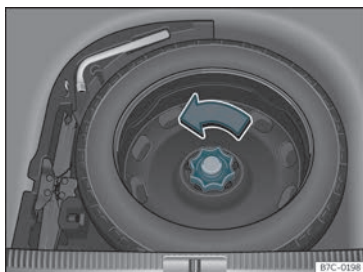

Fig. 227 No maleteiro:piso de carga alzado.
- Xire a roda no sentido contrario ás agullas do reloxo»» fig. 227.